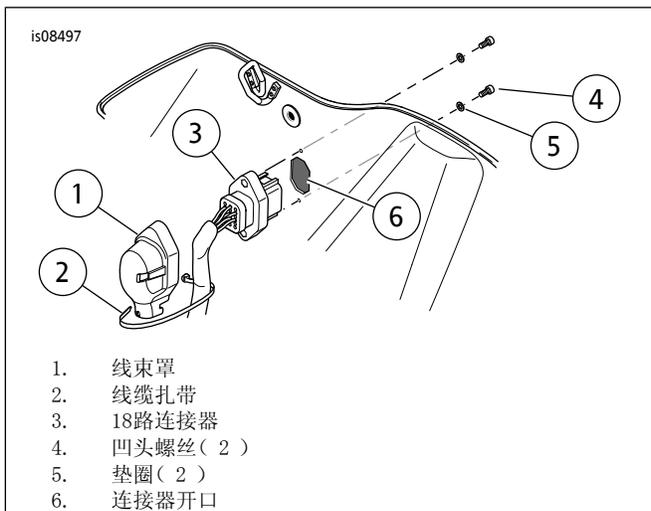

图4。18路连接器和罩安装
3. 参见图4。将边箱线束上的18路隔板连接器插针侧（3）从内侧穿过边箱孔。用两个凹头螺丝（4）和垫圈（5）从边箱外侧固定连接器。拧紧。